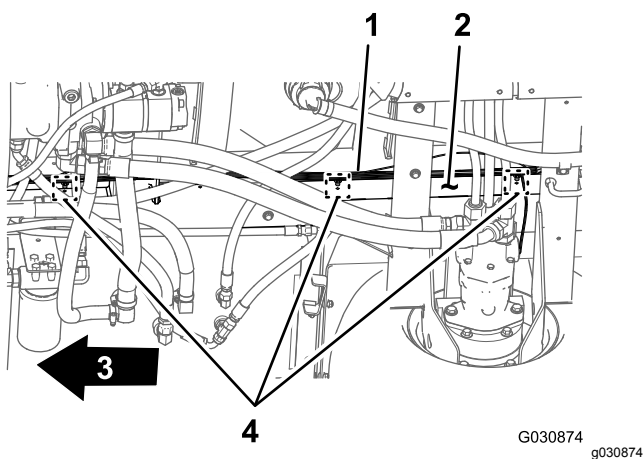

Figura 21
3. Rimuovete i 3 fermi a pressione che fissano il cablaggio preassemblato posteriore ai fori del tubo del telaio destro della macchina (Figura 21).